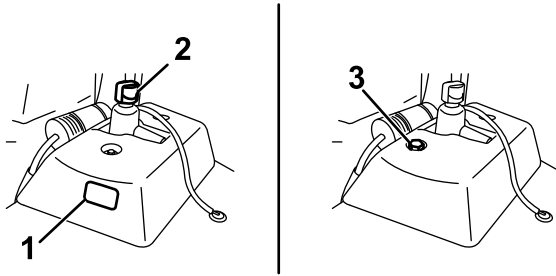

Figura 55
- Si el depósito hidráulico auxiliar tiene mirilla, compruebe el nivel de aceite en la mirilla (Figura 55) y vaya al paso 5.
- Si el depósito hidráulico auxiliar no tiene mirilla, localice la varilla de aceite en la parte superior de la máquina (Figura 55) y vaya al paso 3.